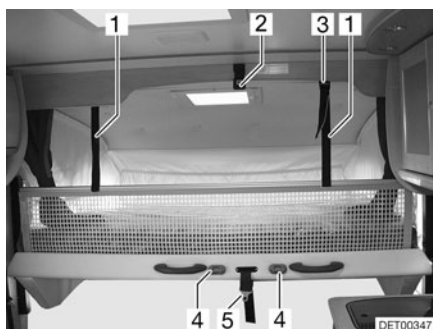

Fig. 90 Lit escamotable
- Détacher la sangle de sécurité (Fig. 90,5) du plafond (Fig. 90,2).
- Verrouiller le lit escamotable au plafond (Fig. 90,2) avec la sangle de sécurité (Fig. 90,5).
- L'échelle de montée doit être accrochée par les deux étriers aux crampons (Fig. 90,4) se trouvant sur le lit escamotable.
- Faire s'enclencher les sangles de retenue (Fig. 90,1) dans les œillets (Fig. 90,3) du plafond.